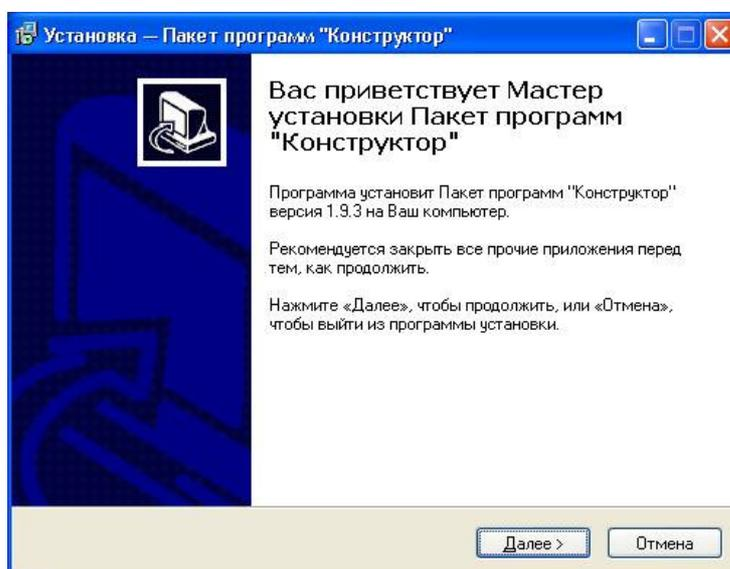

Рисунок 2.3
2.2.5.3 В открывшемся окне программы установки (рисунок 2.3) убедитесь в правильном выборе версии ПО УФК и нажмите клавишу «Далее». В противном случае нажмите кнопку «Отмена».